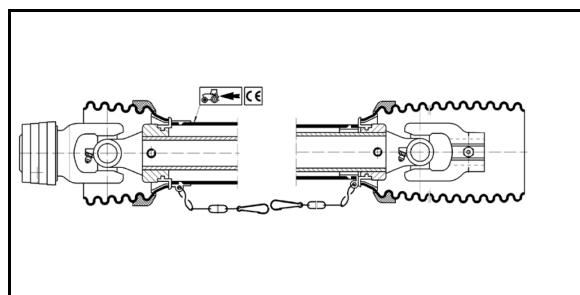

Fig. 35
5. Legg kraftoverføringsakselen i den tilhørende holderen (Fig. 35/1).